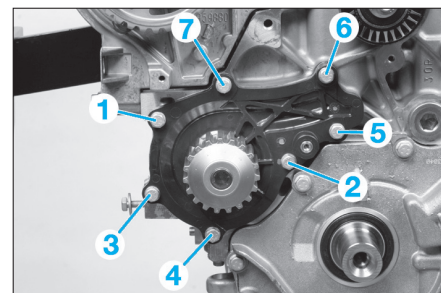

Fig. 25
- Déposer les sept vis de fixation de la pompe à eau et l'extraire (Fig.25).
- Respecter l'ordre de serrage (Fig.25).